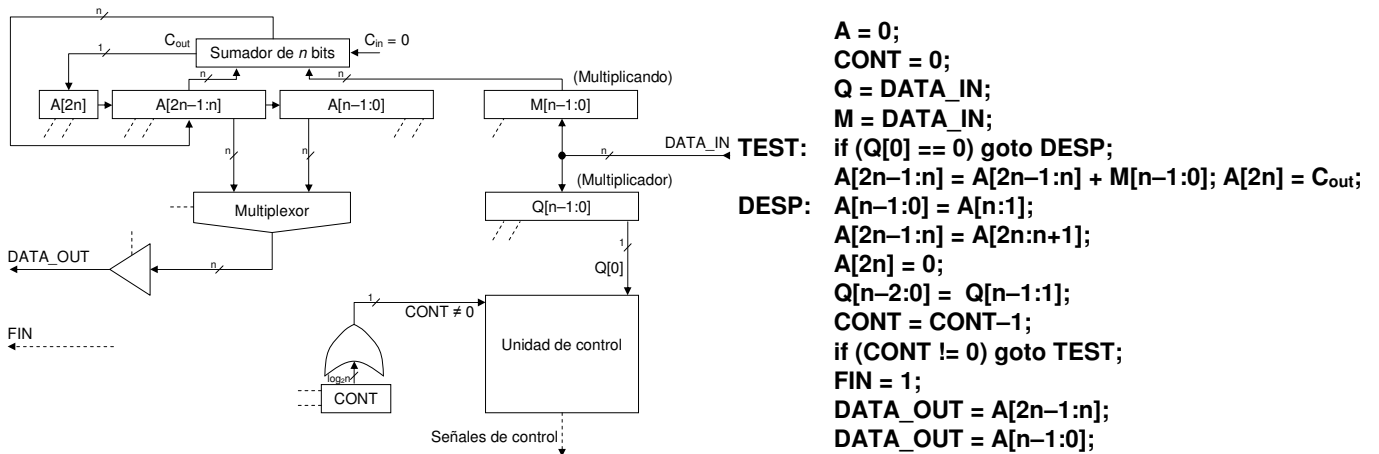

Figura 2. Estructura y algoritmo del multiplicador de números binarios sin signo del problema 2.
2. La Figura 2 muestra la estructura y el algoritmo de un circuito multiplicador para números de n bits (n potencia de 2) sin signo. Los buses DATA_IN y DATA_OUT permiten introducir los datos y obtener los resultados, respectivamente, y CONT es un contador que se decrementa en cada paso de la multiplicación.
- Asigne en la Figura 2 un nombre a cada señal de control (líneas discontinuas), teniendo en cuenta que una misma señal (un mismo nombre) puede actuar sobre varios elementos.